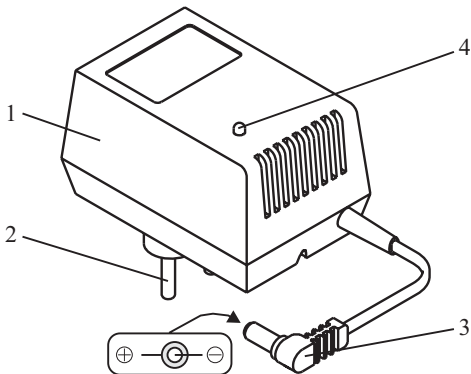

Рис.2. Внешний вид зарядного устройства
9.3. ЗУ смонтировано в пластмассовом корпусе 1 (рис.2), совмещенного с сетевой вилкой 2 и снабженного кабелем 3 с разъемом для подключения собственно к прибору. На лицевой панели корпуса ЗУ расположен светодиод 4, свечение которого свидетельствует о процессе зарядки АБ.
Допускается зарядка АБ другими зарядными устройствами со стабилизированным током 50... 90 мА. При этом, чем меньше ток, тем больше время зарядки АБ. Например, при 50 мА - время полной зарядки составит 16 ч, а при 90 мА - 8 ч. Полярность разъема приведена на рис.2.